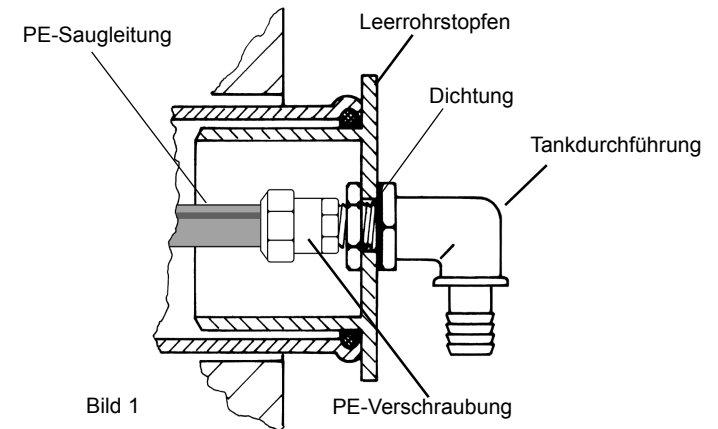

Bild 1
Wir empfehlen ein DN 100 Leerrohr vom Haus zum Auffangbehälter (z.B. Zisterne/ Erdtank) zu installieren und mit unserem Leerrohrset (als Zubehör erhältlich) zu versehen, um somit eine sichere Verlegung der Saugleitung zu gewährleisten, siehe Bild 1. Bei der Verwendung eines Leerrohres muss dieses zum Haus hin dach sein, damit im Fehlerfall (z.B. Kanalarückstau) kein Wasser ins Haus gelangen kann.
Bei Verwendung eines Leerrohrset bitte zuerst den Leerrohrstopfen mittels der Dichtung und der Mutter dicht und fest mit der Tankdurchführung verbinden, siehe Bild 1.
- Bei Verwendung eines Leerrohrsets die Tankdurchführung mitsamt des Leerrohrstopfen und der PE-Saugleitung in die entsprechende Muffe des Leerrohres einschieben, siehe Bild 1.